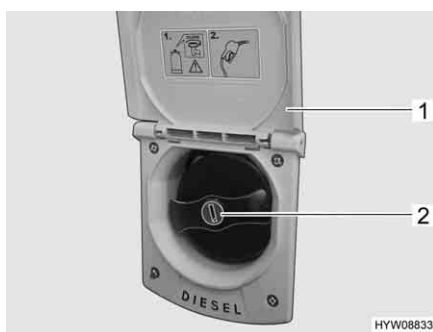

Fig. 32 Bocchettone di riempimento per il rifornimento di carburante
- Alzare lo sportello (Fig. 32,1) verso l'alto.
- Inserire la chiave nel cilindro della serratura (Fig. 32,2) e ruotare in senso antiorario.